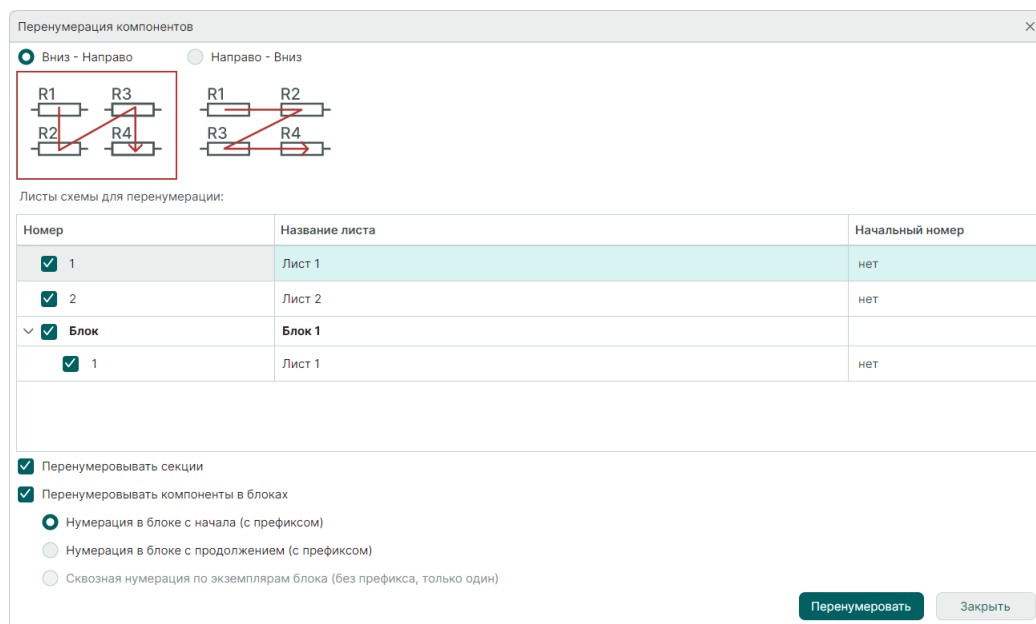

Рис. 218 Окно «Перенумерация компонентов»
- Выберите направление нумерации. Порядок перенумерации соответствует направлению стрелок: «Вниз-направо» или «Направо-вниз» относительно оси Y, см. Рис. 218.